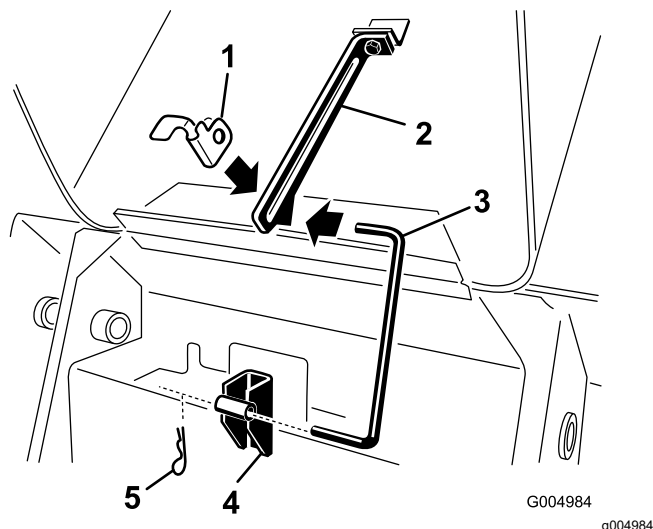

Figure 41
4. Sortez la goupille fendue du bas de la béquille de capot et sortez la béquille des supports de retenue et de la languette (Figure 41).
8. Placez la béquille dans les supports de retenue et la languette, et fixez-la en place avec la goupille fendue (Figure 41).